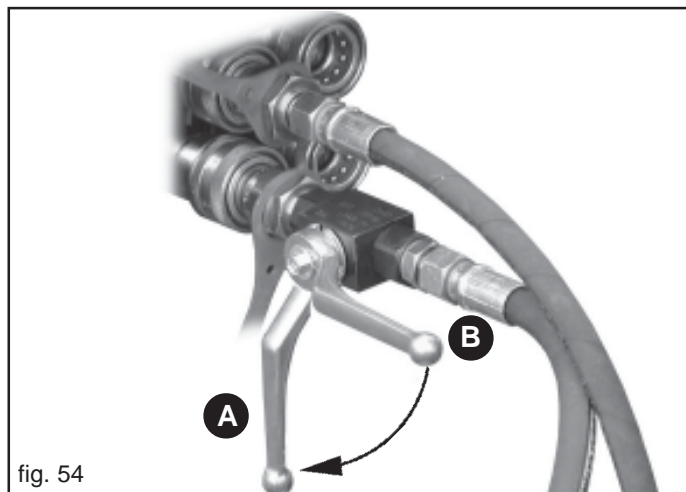

fig. 54
Le tuyau oléohydraulique de refoulement qui déplace le chariot est doté d'un robinet (Fig. 54) permettant d'exclure son déplacement accidentel.
Après avoir préparé l'équipement pour le transport routier, fermer le circuit de l'installation oléohydraulique du chariot en tournant la poignée du robinet sur la position indiquée (A, Fig. 54).
Retirer les pivots de sécurité et soulever complètement le semoir du terrain avant de déplacer les châssis latéraux (1-Fig. 57, 2-Fig. 58). Ouvrir le circuit de l'installation oléohydraulique du chariot (B, Fig. 54).
**Après avoir préparé l'équipement pour le transport routier, fermer le circuit de l'installation oléohydraulique du chariot en tournant la poignée du robinet sur la position indiquée (A, Fig. 54).**